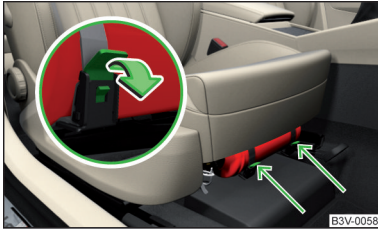

Abb. 334
- › Zum **Abnehmen** des Feuerlöschers die Sicherungen an den beiden Gurten in Pfeilrichtung lösen » Abb. 334 und den Feuerlöscher abnehmen.